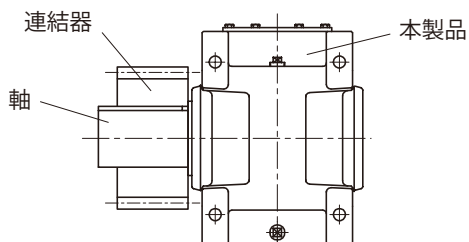
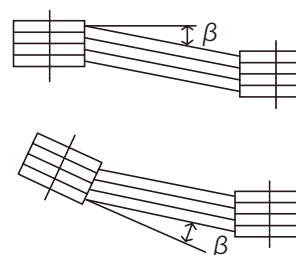

図 5-3
図 5-4
(2) チェーン、スプロケット、ギヤを使用する場合
- ・スプロケットやギヤは荷重の作用点が軸中央より本製品側へくるようにしてください。(図 5-3)
(3) V ベルトを使用する場合
- ・両プーリ間の平行度、偏心率 β は $20'$ (20 分) 以内としてください。(図 5-4 参照)